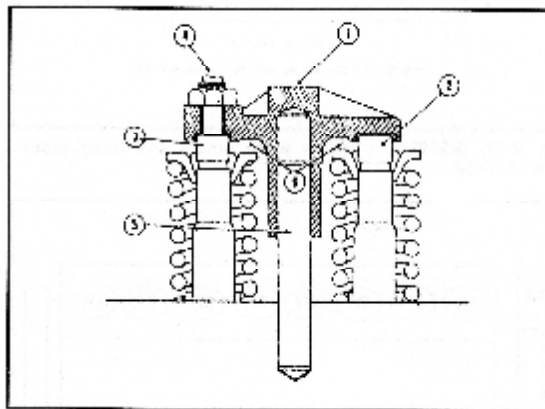

Рис. 2-56. Крестовина клапана
1. Ослабьте контргайку регулировочного винта крестовины и открутите винт (4, Рис. 2-56) на один оборот.
1. Ослабьте контргайку регулировочного винта, выкрутите винт на один оборот (4, Рис. 2-56)
2. Нажатием пальца удерживайте крестовину (1) прижатой к штоку клапана (2). Регулировочный винт не должен касаться штока клапана.
5. Проверьте зазор (6) между крестовиной и пружинным фиксатором клапана. Он должен быть минимум 0,64 мм.